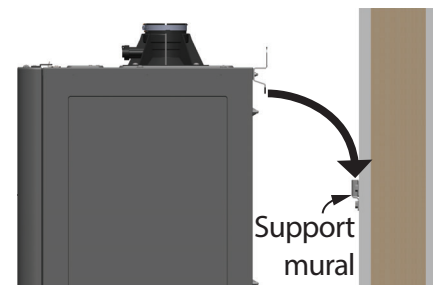

Figure 7 - Pose du chauffe-eau
1. Suspendre le chauffe-eau au support mural. Voir Figure 7.